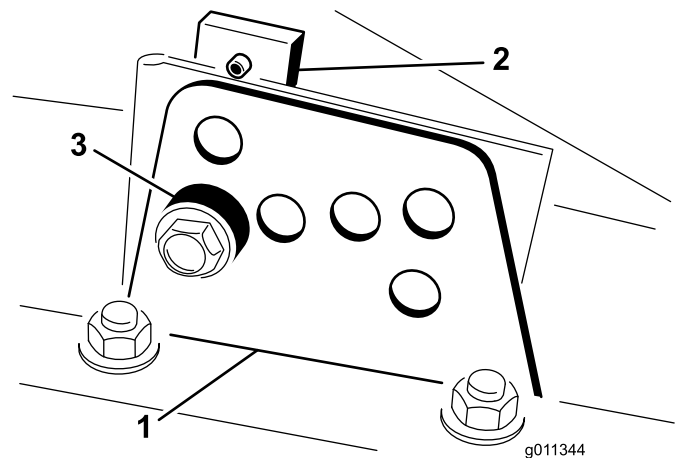

Bild 16
2. Lockern Sie die Schrauben, mit denen die Schnitthöhenhalterungen an der Schnitthöhenplatte (vorne und an beiden Seiten) befestigt sind, siehe (Bild 16).
- Entfernen Sie das Distanzstück, während Sie gleichzeitig die Kammer abstützen (Bild 16).